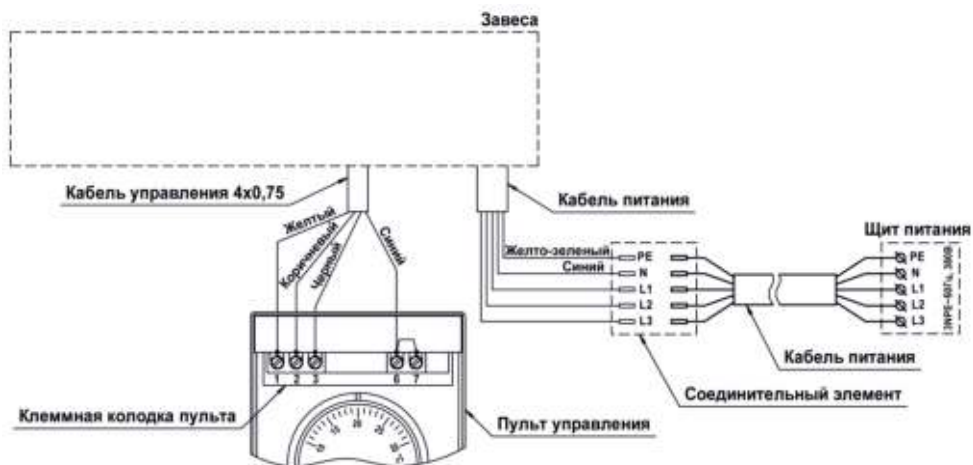

Рис. 4 Схема подключения
6.6 Подключение к стационарной электросети производить в соответствии со схемами, приведенными на рис. 4 Приложения и на корпусе завесы. Жилы кабеля, идущего от источника питания необходимо соединить с жилами силового кабеля, выведенного из корпуса завесы. Соединение производить с помощью клеммной колодки или специальных соединительных зажимов, обеспечивающих надежную изоляцию и фиксацию проводов (в комплект поставки не входят).